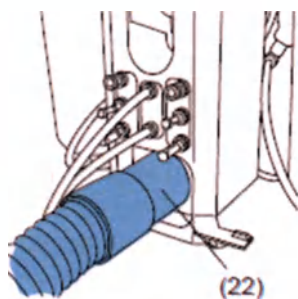

Рис. 42
5. Подключение к устройству отсоса (рис.42):
- Отсасывающий шланг устройства отсоса насадить на трубу (22).